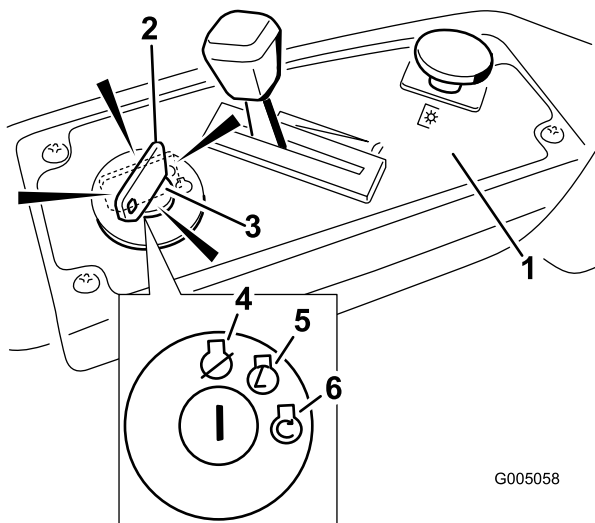

Bild 12
4. Drehen Sie den Zündschlüssel auf Start, um den Anlasser zu aktivieren. Lassen Sie den Schlüssel los, wenn der Motor anspringt (Bild 12).
- Stellen Sie den Gasbedienungshebel zwischen Halb- und Vollgas (Bild 12).